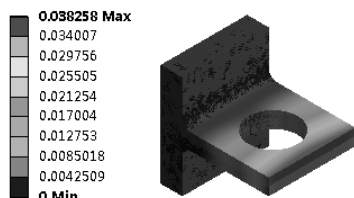

图 4-47 Show Undeformed Model
- ✧ Show Undeformed Model: 显示未变形的模型，如图 4-47 所示。